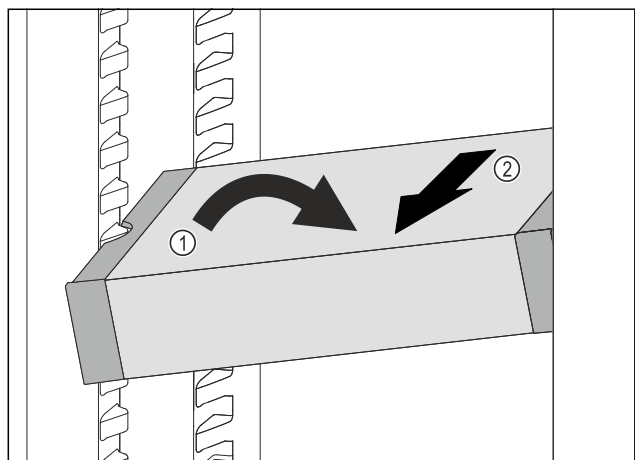

Fig. 81
- ▶ Наклонете VarioSafe в хладилната част. Fig. 81 (1)
- ▶ Извадете VarioSafe напред. Fig. 81 (2)